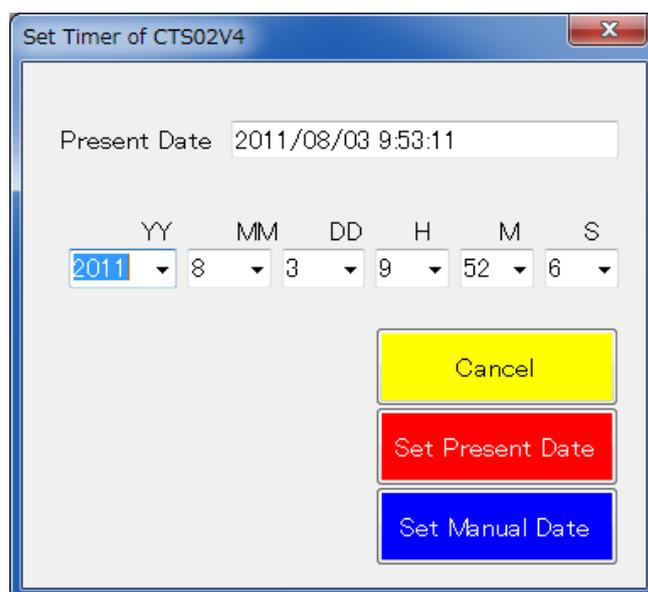

図 4-8 時刻設定ダイアログウィンドウ
- ・時刻設定ダイアログウィンドウが開きます(図 4-8)。